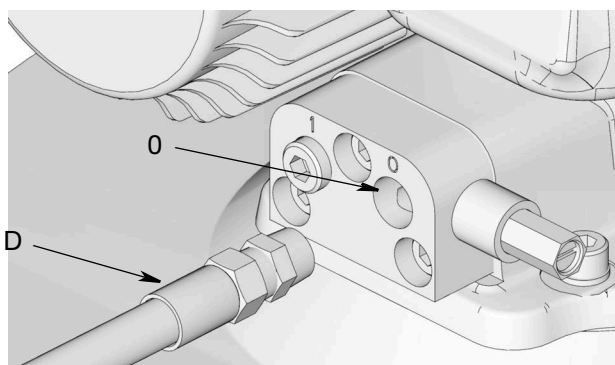

図 54: 潤滑剤出力接続
- タイマーコントローラー (F) (使用する場合、ユーザーが用意) を取り外します。
- ベントバルブまたはマニフォールドの上にある潤滑剤出力接続部 (0) (図 54) から高圧潤滑剤供給ライン (D) を取り外します。